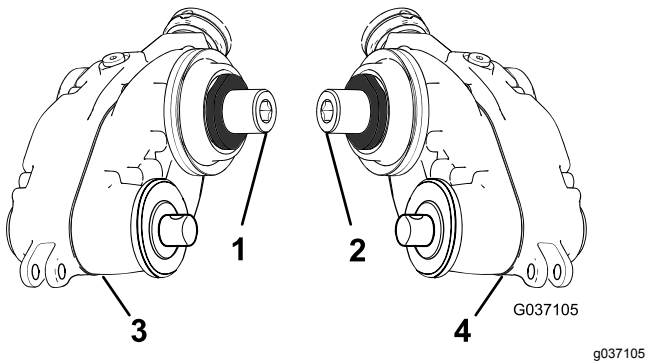

图8
1. 识别左驱动疏草刀驱动箱和右驱动疏草刀驱动箱请参阅图8。